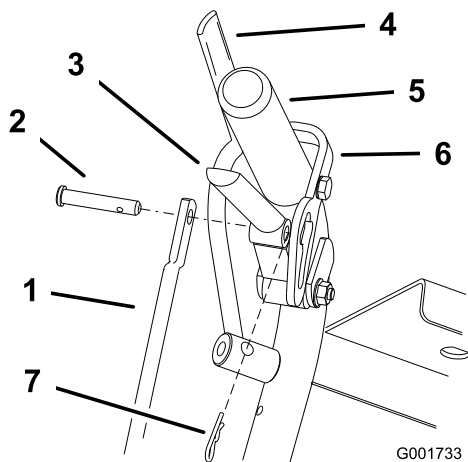

Figura 39
1. Regolate la lunghezza dell'asta rilasciando la leva della trazione e rimuovendo la coppiglia e il perno con testa. Ruotate l'asta nel relativo raccordo (Figura 39).
4. Inserite il perno con testa nella leva della trazione (Figura 39).
6. Installate la coppiglia tra le leve della trazione e i blocchi in folle e nei perni con testa (Figura 39).